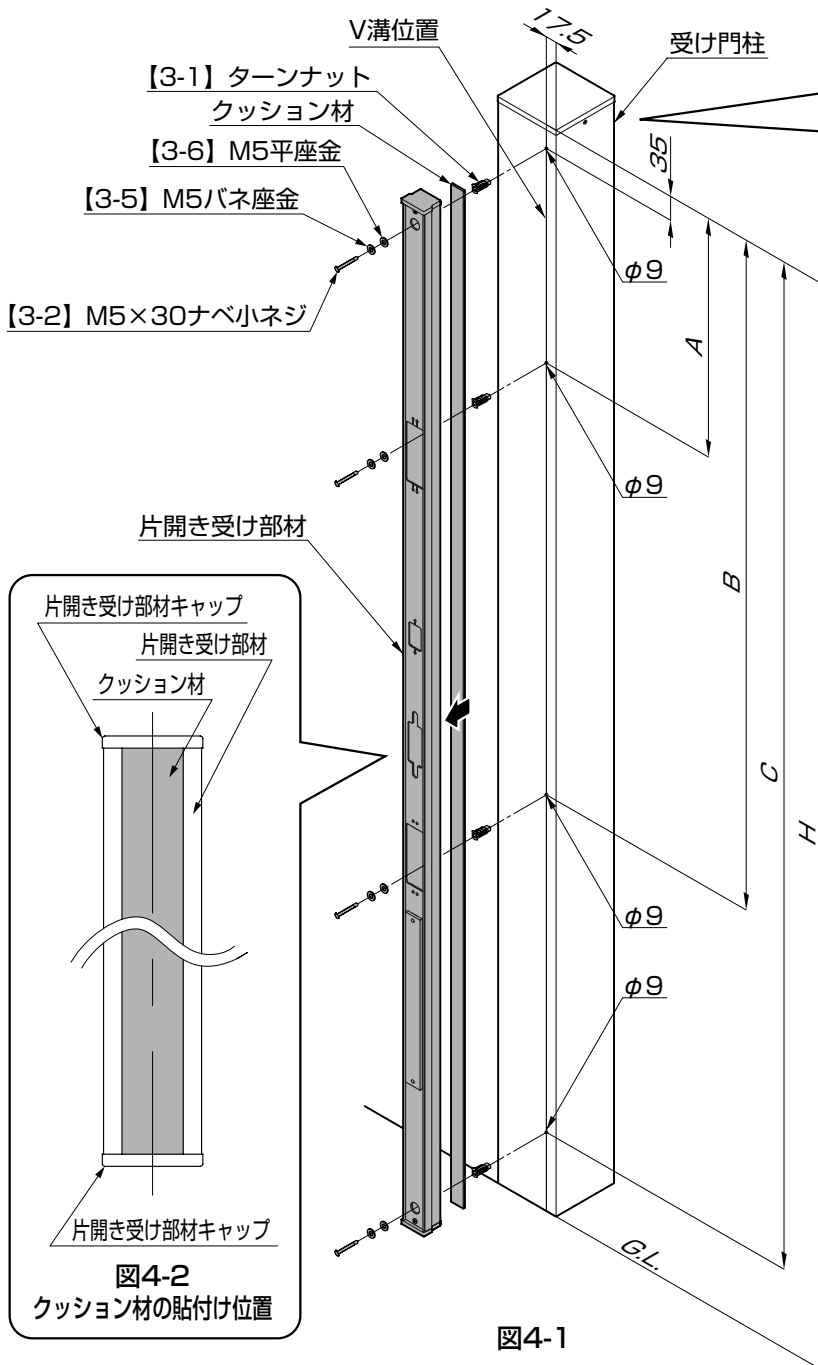
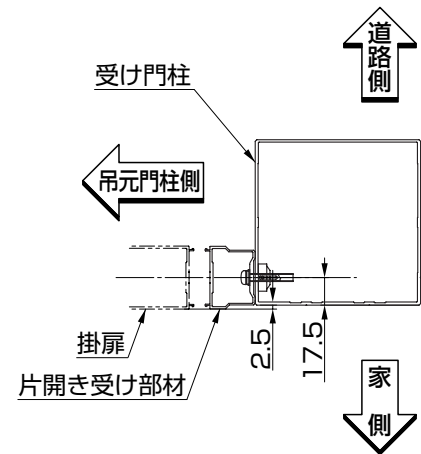

図4-1
図4-4 断面図
- ①図を参照して、クッション材をH14は1本、H16及びH18は2本で片開き受け部材の長さに合わせて切断して、中心に貼り付けてください。(図4-1、図4-2参照)
- ②図と表を参照して、受け門柱に下孔加工をして、片開き受け部材を【3-1】で取付けてください。(図4-1、図4-4、表4-1参照)
- 図4-1は、G.L.から門扉下端までが標準の90mmの場合です。